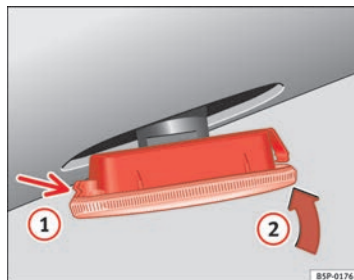

Abb. 147 Seitliche Blinker
- Den Blinker durch Einrasten der Halterungen **①** ⇒ Seite 231, Abb. 147 zuerst in die Aufnahme in der Karosserie und anschließend den Blinker in Richtung von Pfeil **②** ⇒ Seite 231, Abb. 147 einsetzen. ■